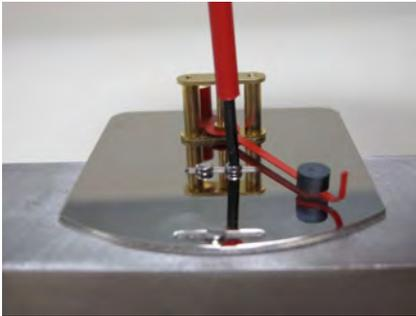

Abb. 60
- 12.** ▶ Anzeige-Bodenplatte auf Gerätekörper legen und die Befestigungsschrauben soweit eindrehen, dass sich diese noch verschieben lässt (Abb. 60). Darauf achten, dass an der Langnut (Bereich Zeigerspitze) die Senkkopfschraube und im Bereich (Anzeige Mitte) die beiden Zylinderkopfschrauben eingesetzt werden